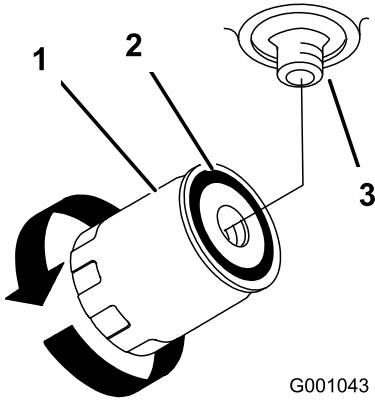

Figure 78
- Déposez le filtre usagé et essuyez la surface du joint de l'adaptateur (Figure 78).
- Tournez le filtre dans le sens horaire jusqu'à ce que le joint touche l'adaptateur, puis donnez 1/2 tour supplémentaire (Figure 78).